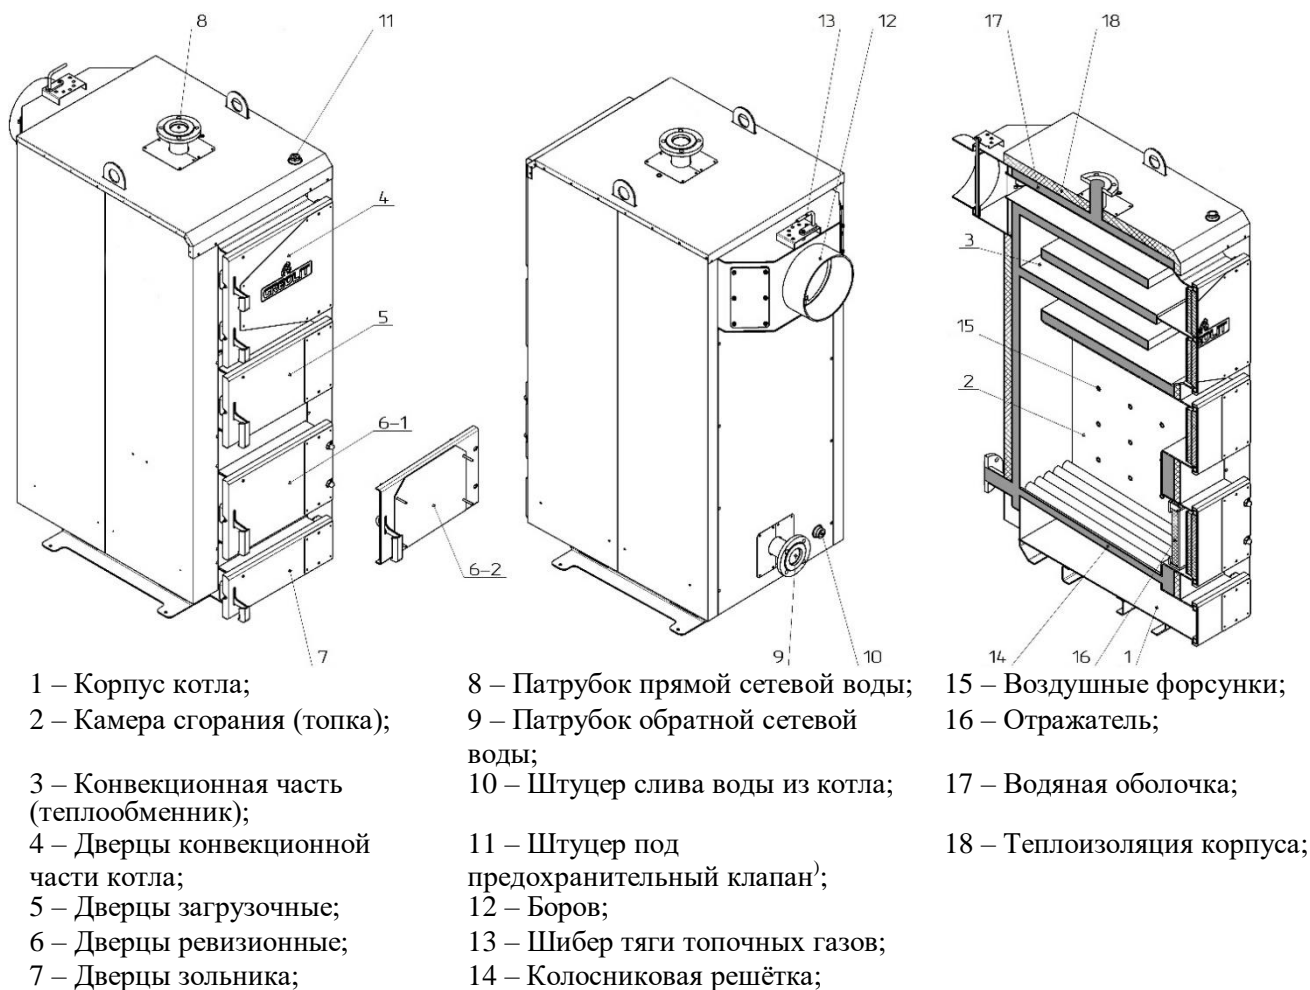

Рисунок 2 – Внешний вид и основные элементы котла
Конструктивно котел представляет собой сборно-сварную конструкцию, состоящую из корпуса (поз. 1, рис. 2) с камерой сгорания (топкой) (поз. 2, рис. 2). Над топкой расположена конвекционная часть котла (поз. 3, рис. 2), представляющая собой высокоэффективный четырехходовой теплообменник.
Корпус котла выполнен в форме параллелепипеда с двойными стенками, которые разделены водными перегородками (поз. 17, рис. 2). На наружной поверхности корпуса под декоративной обшивкой закреплена тепловая изоляция (поз. 18, рис. 2).
Топливо для процесса сжигания загружается на колосниковую решетку (поз. 14, рис. 2) через загрузочные дверцы (поз. 5, рис. 2). Колосниковая решетка выполнена из толстостенных бесшовных труб, по которым постоянно циркулирует вода из водяной оболочки котла, что делает невозможным их прогорание. Сгорание топлива в топке происходит с участием воздуха, поставляемого в топку через воздушные форсунки (поз. 15, рис. 2).
Подвод и отвод теплоносителя осуществляется соответственно через патрубки обратной сетевой воды (поз. 9, рис. 2) и прямой сетевой воды (поз. 8, рис. 2).
Топочные газы выходят в дымоход через боров (поз. 12, рис. 2), расположенный в задней части котла. Боров оборудован дроссельным клапаном продуктов сгорания - шибером (поз. 13, рис. 2). В случае слишком высокой тяги в дымоходе шибер позволяет ее снизить путем частичного перекрытия выходного отверстия борова.
В верхней части корпуса котла расположен для установки предохранительного клапана (поз. 11, рис. 2).
На задней стенке корпуса расположен штуцер для слива воды из котла (поз. 10, рис. 2).
- дверцы для периодического обслуживания (чистки) конвекционной части котла (поз. 4, рис. 2);
- ревизионные дверцы (поз. 6, рис. 2) для периодической чистки колосниковой решетки. Для заказа возможны два вида ревизионных дверец (див. рис. 2):
- дверцы зольника (поз. 7, рис. 2) для возможности опорожнения нижней части корпуса котла от золы.
Боров котла оборудован встроенным дроссельным клапаном продуктов сгорания - шибером (поз. 13, рис. 2), с помощью которого можно регулировать величину тяги в дымоходе.
Присоединение котла к отопительной системе необходимо осуществлять с помощью муфт или фланцев. Трубопровод прямой сетевой воды нужно присоединить к патрубку прямой сетевой воды (поз. 8, рис. 2). Трубопровод обратной сетевой воды нужно присоединить к патрубку обратной сетевой воды (поз. 9, рис. 2).
Заполнение котла и всей системы отопления водой должно происходить через штуцер слива воды из котла (поз. 10, рис. 2). Заполнение необходимо делать медленно, чтобы обеспечить удаление воздуха из системы.
- 1) Провести загрузку топлива в топку котла. Для этого открыть загрузочную дверцу (поз. 5, рис. 2) и уложить на колосниковую решетку (поз. 14, рис. 2) слой топлива до границ
нижней кромки загрузочной дверцы. На уложенный слой топлива разместить растопочный материал: бумагу, трески, дрова (в перечисленной последовательности). Полностью открыть шибер (поз. 13, рис. 2) на борове котла.